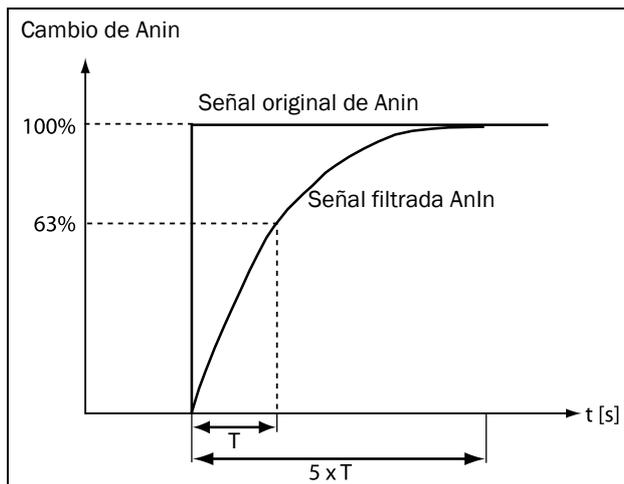

Fig. 80
Si la señal de entrada es inestable, se puede utilizar el filtro para estabilizarla. Consulte el capítulo Fig. 80. Así, se alcanzará un cambio del 63 % en la entrada analógica en el tiempo configurado en «Filtro Anin» (T). Cuando haya transcurrido 5 veces el tiempo definido (p. ej. $5 \times T$), Anin habrá alcanzado el 100 % del cambio en la entrada.